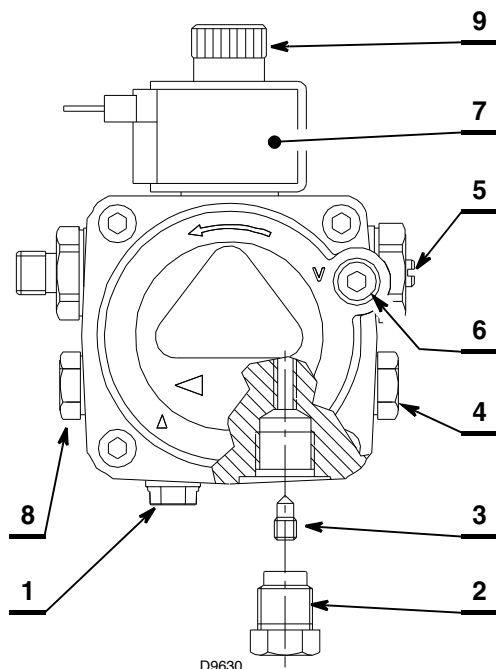

Fig. 9
- La pompa (Fig. 9) è predisposta per funzionamento bitubo.
È sufficiente allentare l'attacco del vacuometro 6) (Fig. 9) ed attendere la fuoriuscita del combustibile.